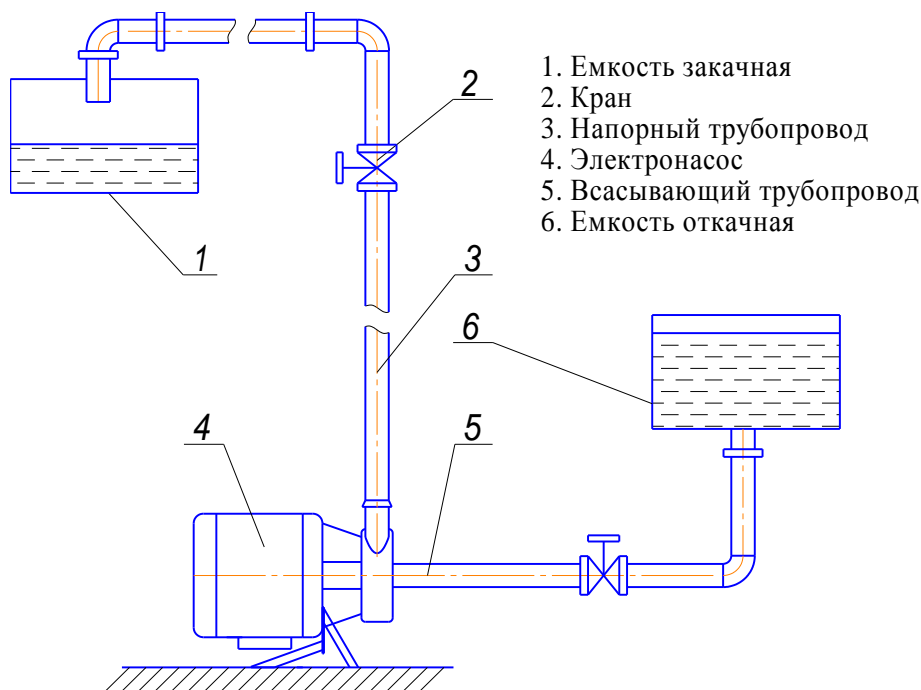

Рис.2. Схема присоединения электронасоса к трубопроводам.
Работа насоса происходит следующим образом (рис.2):
8.4. Насос присоединить к трубопроводам по схеме, приведенной на рис. 2.